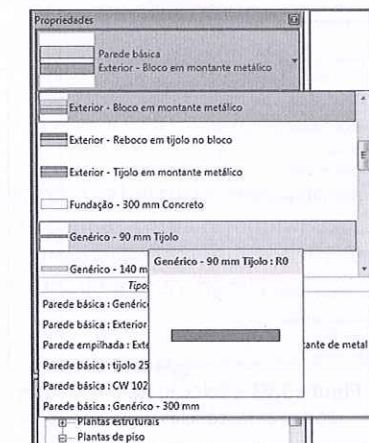

Figura 5.90 – Modificação do tipo de parede.
3. Para mudar o tipo de parede no projeto, selecione a parede, vá até **Propriedades** e escolha o novo tipo (Figura 5.90).